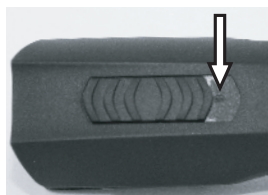

Fig. 4 Bryter i AV-posisjon ("0°")
1. Kontroller kontaktene på klippemaskinen (1) og batteriet (2) for fremmedelementer og kontaminasjon.
2. Forviss deg om at bryteren på klippemaskinen er i AV-posisjon ("0") (fig. 4).